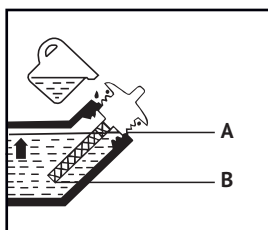

Рис. 7
- Проверить уровень по метке **A** на щупе (рис.7).